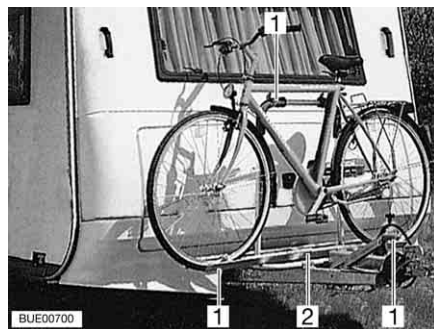

Bild 12 Cykelställ, fram
- Sätt cyklarna på cykelstället (Bild 12,2) och fäst dem med snabbremmarna (Bild 12,1).